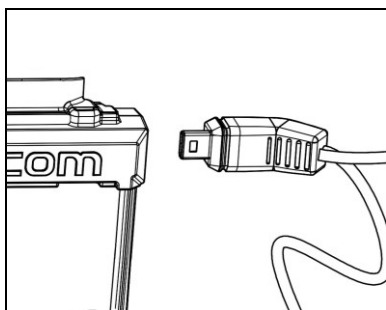

Fig. 6
- Ligar o feixe de cabos direito à contraparte, como mostrado na figura (Fig. 6).